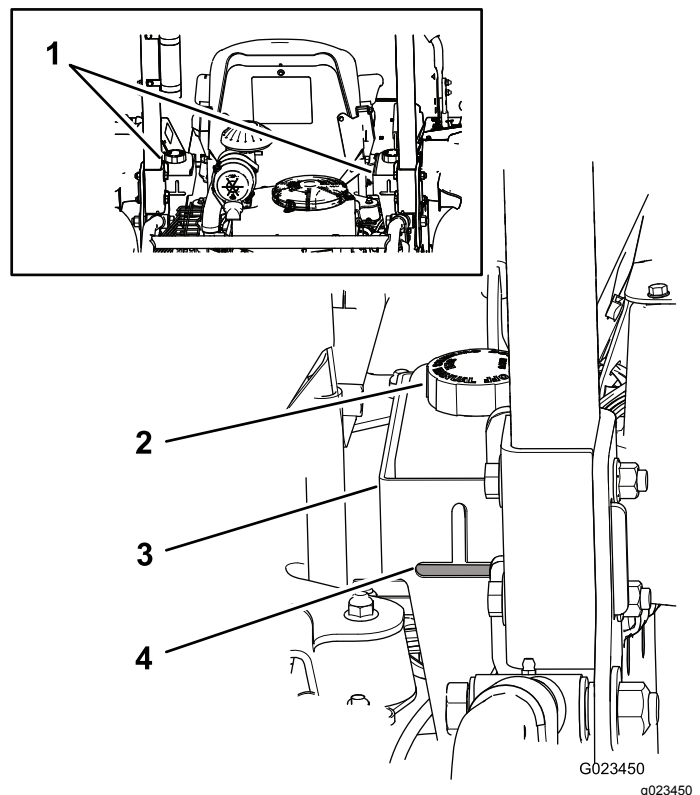

Figura 17
I serbatoi della macchina sono riempiti in stabilimento con fluido idraulico di alta qualità. Il momento migliore per controllare il fluido idraulico è quando è freddo. La macchina deve essere in configurazione da trasporto. Se il livello del fluido è inferiore alla parte superiore della sezione orizzontale della spia di livello sulla parte posteriore dei serbatoi idraulici (Figura 17), aggiungete fluido fino a raggiungere un livello accettabile. **Non riempite troppo i serbatoi.** Se il livello del fluido è nella parte superiore della sezione orizzontale della spia di livello, non sono necessarie aggiunte. Il fluido sostitutivo consigliato è:
Nota: Il livello del fluido dovrebbe essere nella parte bassa di ciascuna fessura, come illustrato nella Figura 17.
- A. Pulite attorno ai tappi dei serbatoi del fluido per impedire l'ingresso di corpi estranei nell'impianto (Figura 17).